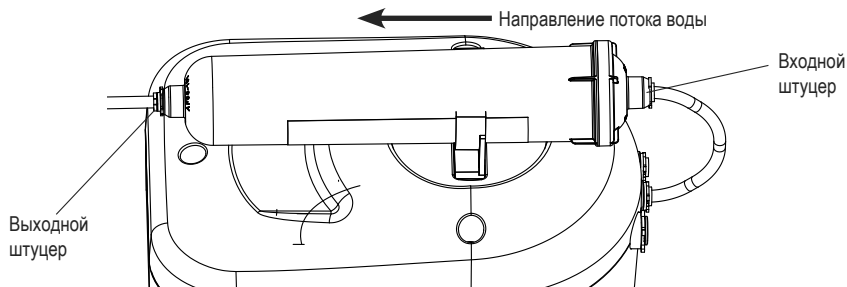

Рис. 13
- Соедините трубой JG 1/4" синего цвета (d 6,35 мм, L=0,17 м) входной штуцер (рис. 13) с корпусом DWM в соответствии со схемой (рис. 2).
- Отсоедините трубку JG от выходного штуцера (рис. 13). Для этого выньте из-под пластиковой втулки стопорную клипсу, нажмите на торец пластиковой втулки, вытяните трубку.
- Отсоедините трубку JG от входного штуцера (рис. 13). Для этого выньте из-под пластиковой втулки стопорную клипсу, нажмите на торец пластиковой втулки, вытяните трубку.